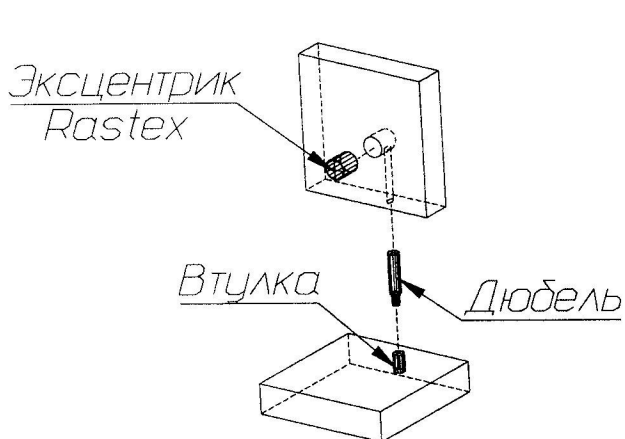
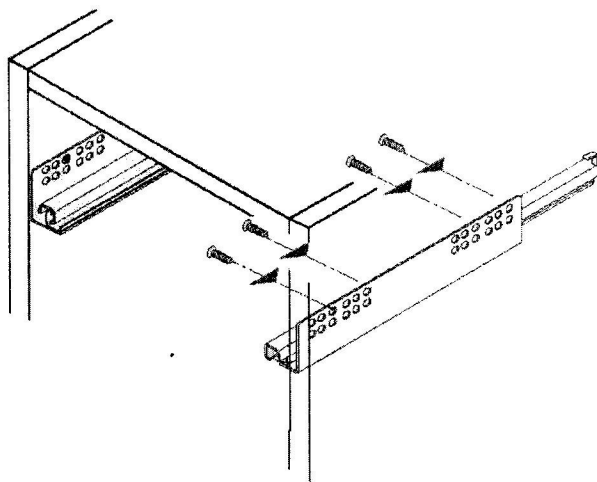

Рис. 1
Рис. 2
1. В крышку (54), боковые стенки (90) и (91) в установленные муфты эксцентриковых стяжек ввернуть дюбели (см. схему сборки и рис.1).
2. Установить шканты в соседние отверстия крышки (54).
3. Установить на боковые стенки (90), (91) направляющие для ящиков при помощи шурупов крепежных 6,3x10,5 (первое отверстие на стенке боковой совместить с третьим отверстием в верхнем ряду на направляющей) (рис.2).
4. В имеющиеся отверстия боковых стенок (90), (91), задней стенки (93) вставить эксцентрики Rastex 15/16 таким образом, чтобы стрелка была повернута в сторону отверстия в торце детали (см. схему сборки и рис. 1).
5. Присоединить ролики мебельные к нижнему щиту (53) при помощи шурупов 4x13. Два передних ролика должны быть с механизмом фиксации (стопором).